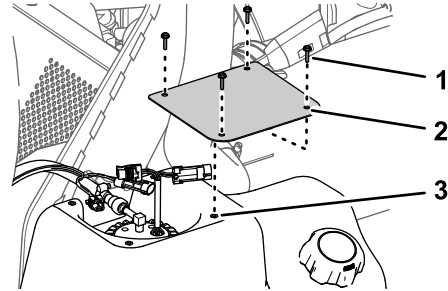

Bild 79
2. Entfernen Sie am Kraftstofftank die vier Schrauben (Nr. 10 x 3/4"), mit denen die Abdeckung oben am Kraftstofftank befestigt ist, und nehmen Sie die Abdeckung ab (Bild 79).